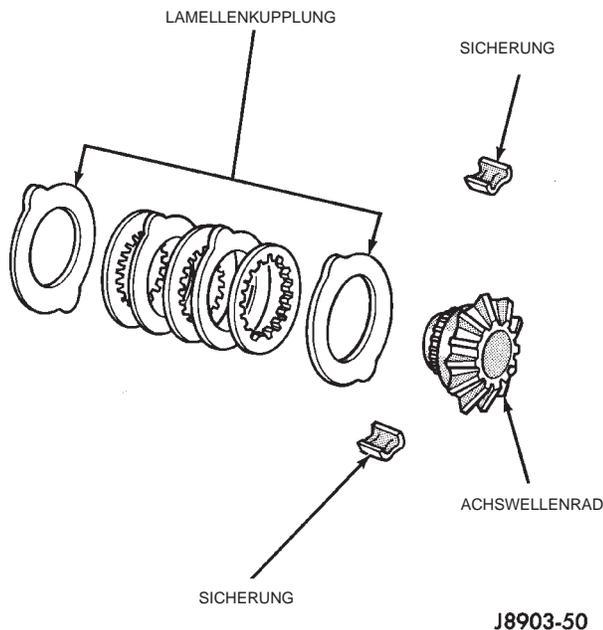

Abb. 61 Lamellenkupplung
(1) Die Lamellenkupplungen zusammensetzen und mit den Sicherungen befestigen (Abb. 61).